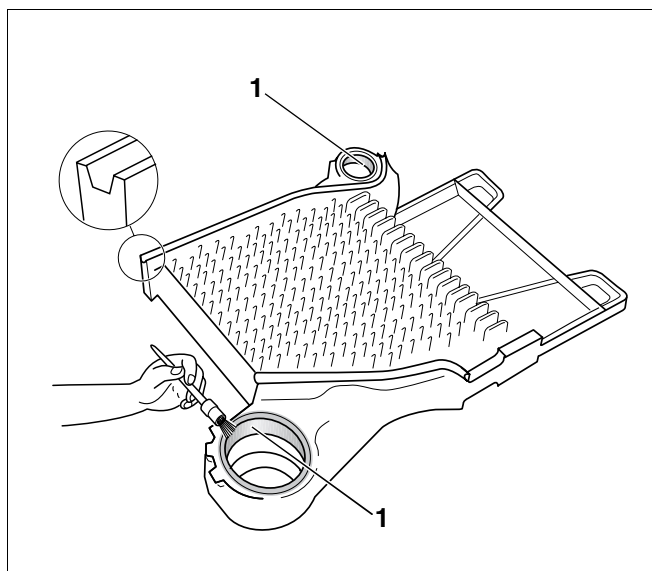

Fig. 7 Vopsirea butucului cazanului cu miniu de plumb
- Suprafețele de etanșare ale butucului cazanului (fig. 7, **poz. 1**) se vor curăța cu cârpa înmuiată în benzină.
- Suprafețele de etanșare ale butucului cazanului vor fi vopsite (fig. 7, **poz. 1**) cu miniu.